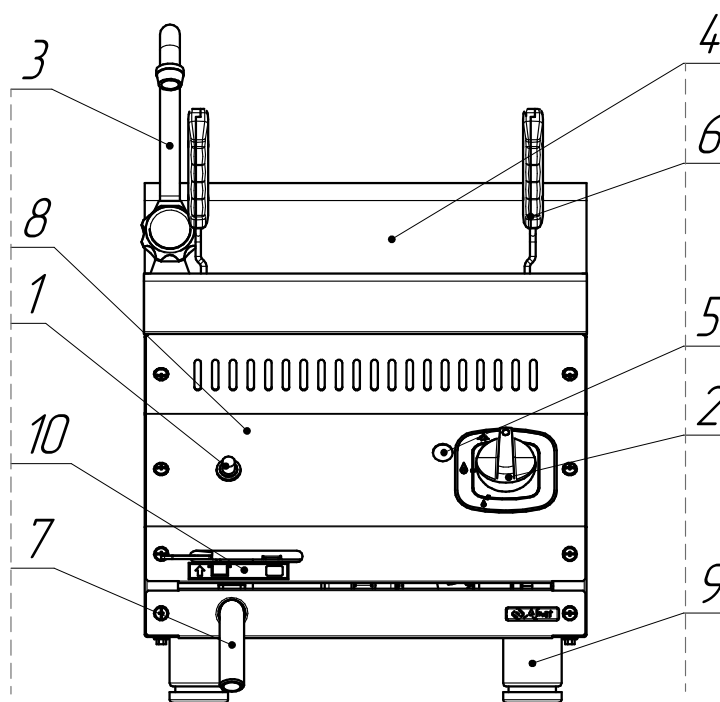
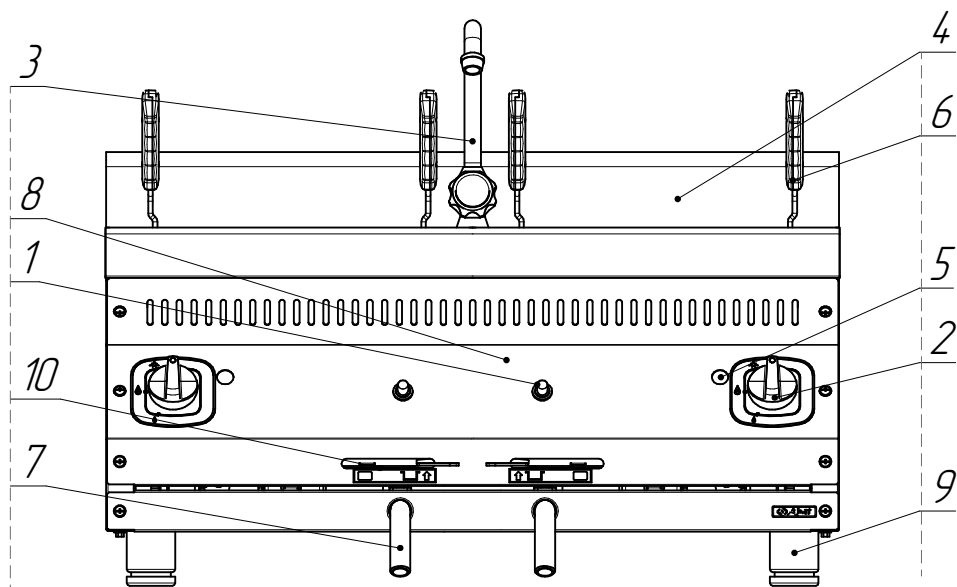
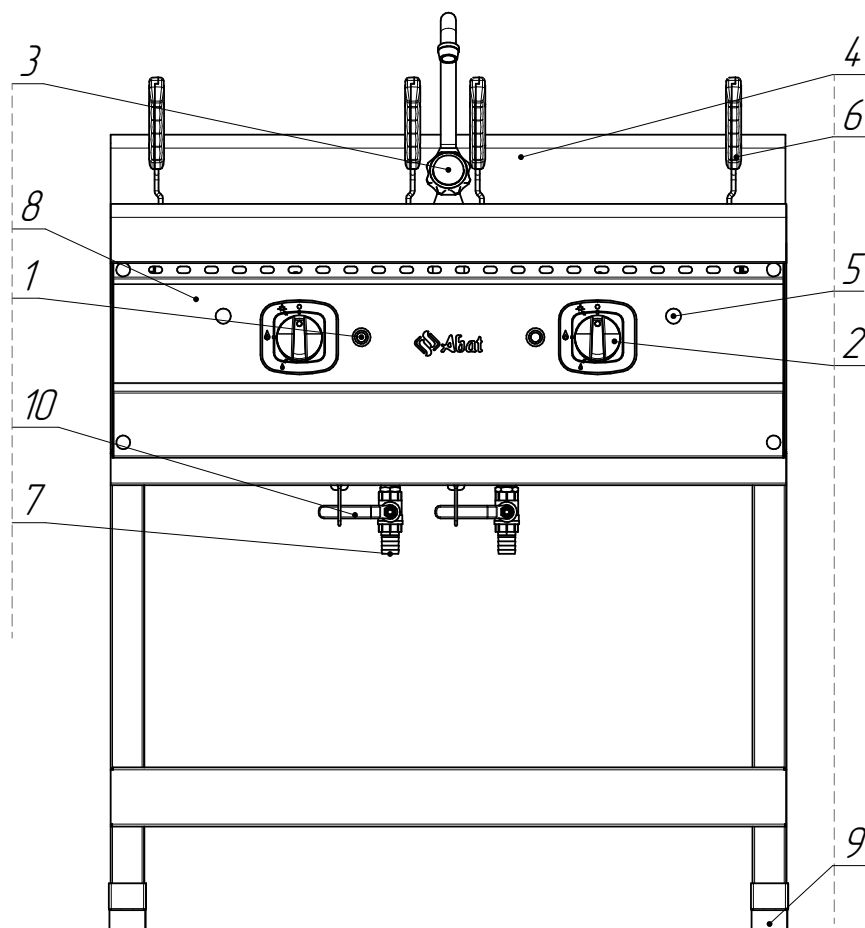

Рис. 1. Газоварка ГВК-40Н
Рис. 2. Газоварка ГВК-80/2Н
Рис. 3. Газоварка ГВК-90/2П
4.1 Устройство газовой варки показано на рис.1, рис.2 и рис.3.
Для доступа к муфте необходимо снять лицевую панель 8 для ГВК-40Н и ГВК-80/2Н (см. рис. 1 и рис.2), предварительно отвернув крепежные винты и сняв ручку крана 2. На ГВК-90/2П муфта находится в задней части изделия рядом с точкой подключения газа. Вывинтить затяжной винт и подключить к ней гибкий шланг "U"-образного манометра;